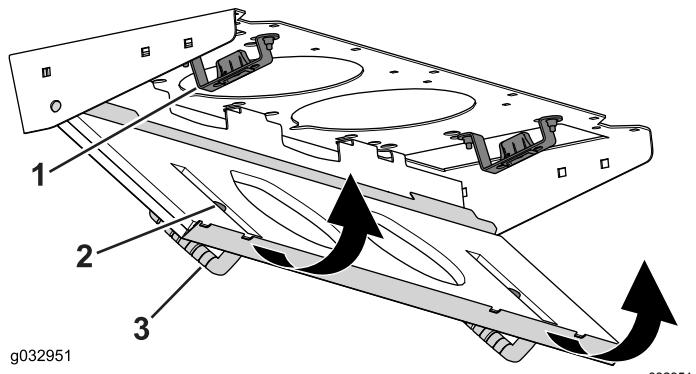

Figura 137
- Ruotate lo schermo del filtro attorno alle alette fino a quando il fermo non si blocca nel gruppo del supporto del fermo (Figura 137).